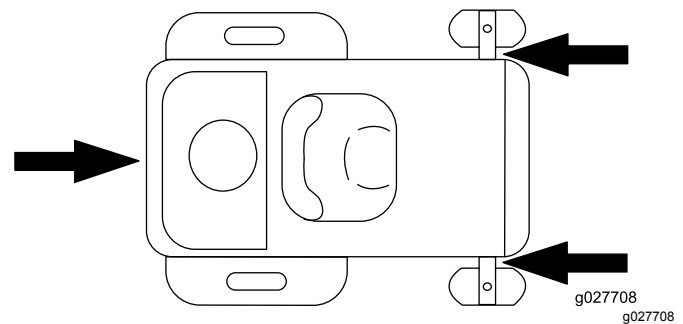

Figura 33
- Ancorate saldamente la macchina al rimorchio o all'autocarro per mezzo di cinghie, catene, cavi o corde; Utilizzate solo le quattro posizioni di ancoraggio designate sul tosaerba: due sul lato sinistro e due sul lato destro (Figura 33). Utilizzate queste posizioni anche per il trasporto del tosaerba con un accessorio collegato. L'utilizzo di posizioni